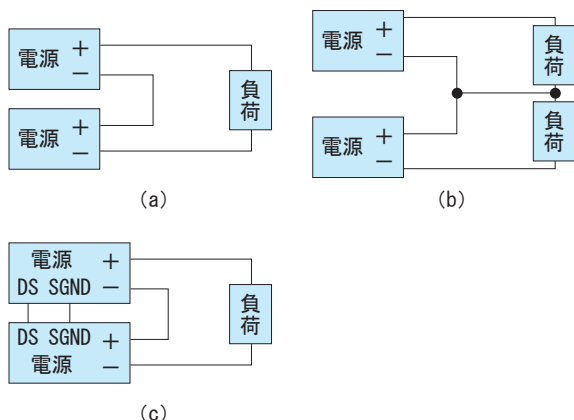
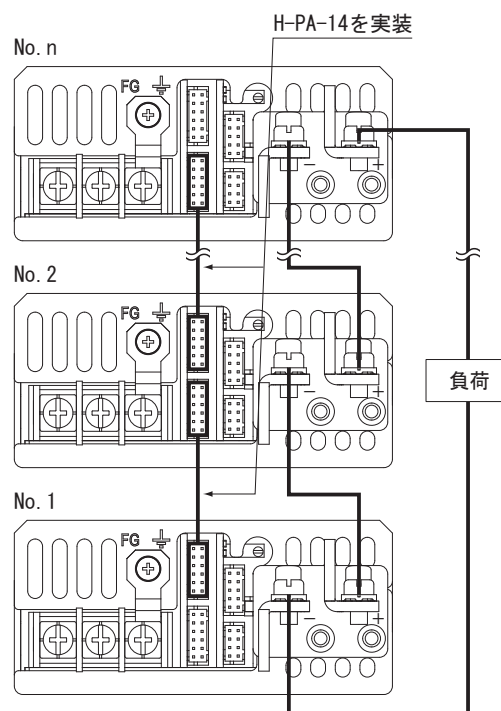

図3.1 直列運転時の接続例
図3.2 直列運転時の接続（PCA300F, PCA600Fの例）
### ●図3.1(a)の場合の注意事項
■図3.1(c)の配線をしていただくと、直列接続している内の1台が停止または故障した場合、残りの電源を全て停止させることが可能となります。図3.2のように直列するすべての電源のDSおよびSGNDどうしを接続してください。